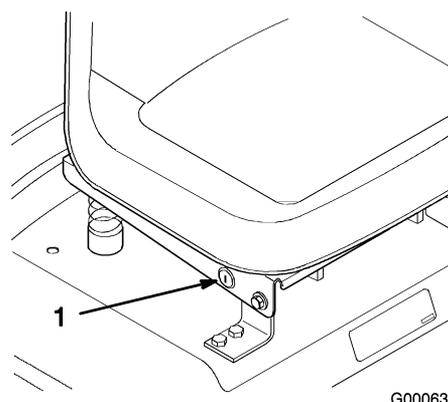

Figure 18
S'il est nécessaire d'utiliser la PDF en marche arrière, vous pouvez désactiver ce dispositif de sécurité à l'aide du commutateur KeyChoice® situé près du support du siège (Figure 18).
2. Introduisez la clé KeyChoice® dans le commutateur (Figure 18).